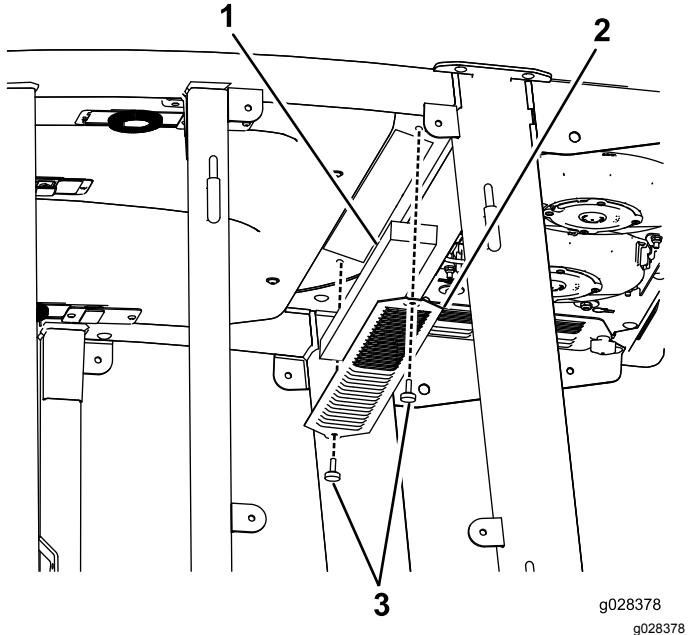
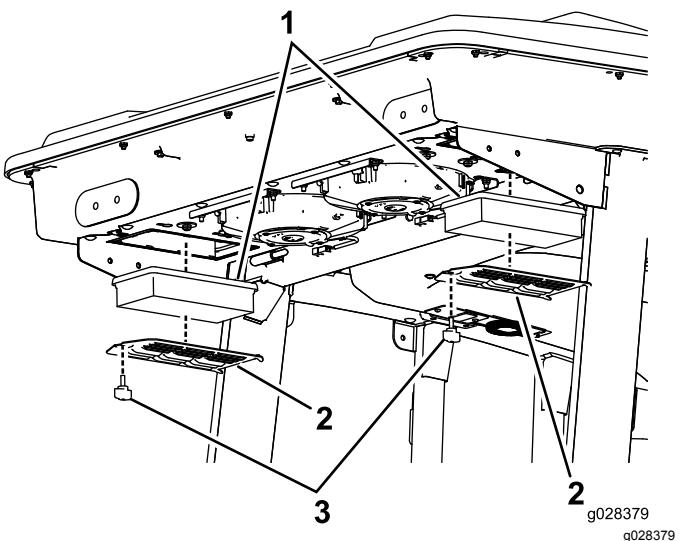
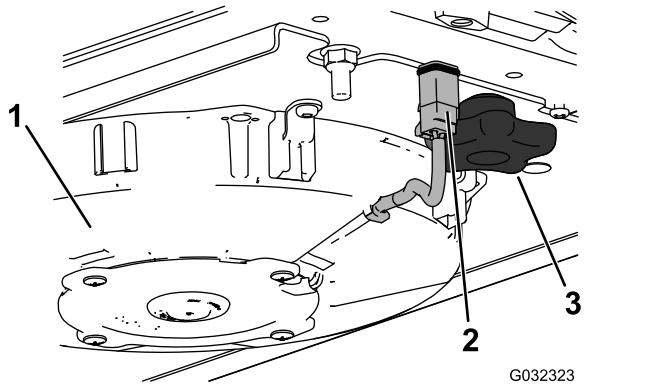
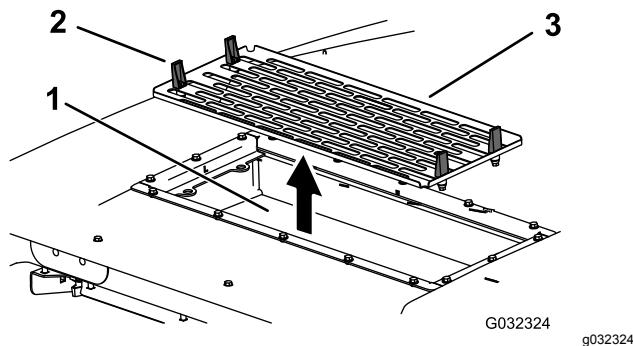

Рисунок 130
Рисунок 131
Рисунок 132
Рисунок 133
1. Выверните винты и снимите решетки у салонного и заднего воздушных фильтров кабины (Рисунок 130 и Рисунок 131).
4. Снимите воздушные фильтры (см. Рисунок 131).
6. Установите воздушные фильтры, сетку и вентилятор в сборе (Рисунок 131, Рисунок 132 и Рисунок 133).
7. Подсоедините провод к каждому вентилятору (Рисунок 132).